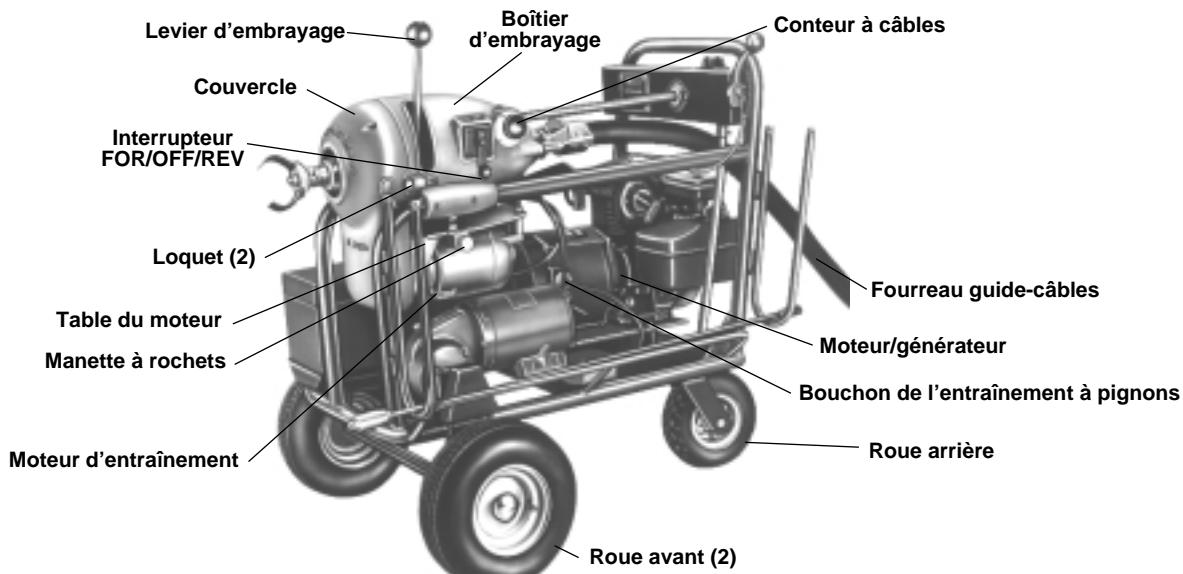

Figure 3 – La K-2000 avec fourreau guide-câbles et levier d'embrayage installés
2. Engagez l'embrayage et bloquez la **roue arrière** (*Figure 9*) en position rectiligne afin d'assurer la stabilité de la machine. Débranchez **l'entraînement à pignons du moteur/générateur** (*Figure 3*).
3. Enlevez le **couvercle avant** de la machine après avoir ouvert ses deux loquets (*Figure 3*).
4. Tirez sur la **manette à rochets** de la **table du moteur** et levez la table (*Figure 3*). Verrouillez-la à hauteur maximale en tournant la **manette à rochets** d'un demi tour.
5. Réglez la machine à régime maximal (utilisation normale des câbles) en mettant la **chaîne d'enroulement** sur le **petit pignon** (*Figure 3*).
8. Vissez le levier d'embrayage sur le boîtier d'embrayage (*Figure 3*).
9. Raccordez le fourreau guide-câbles (*Figure 3*).
- Tirez sur la **manette à rochets** de la **table du moteur** et levez la table (*Figure 3*). Verrouillez-la en position haute en tournant la **manette à rochets** d'un demi tour.
- Verrouillez la roue arrière à l'aide de la broche de verrouillage (*Figure 3*).
1. Mettez l'interrupteur de rotation **FOR/OFF/REV** en position **FOR** (Figure 3).